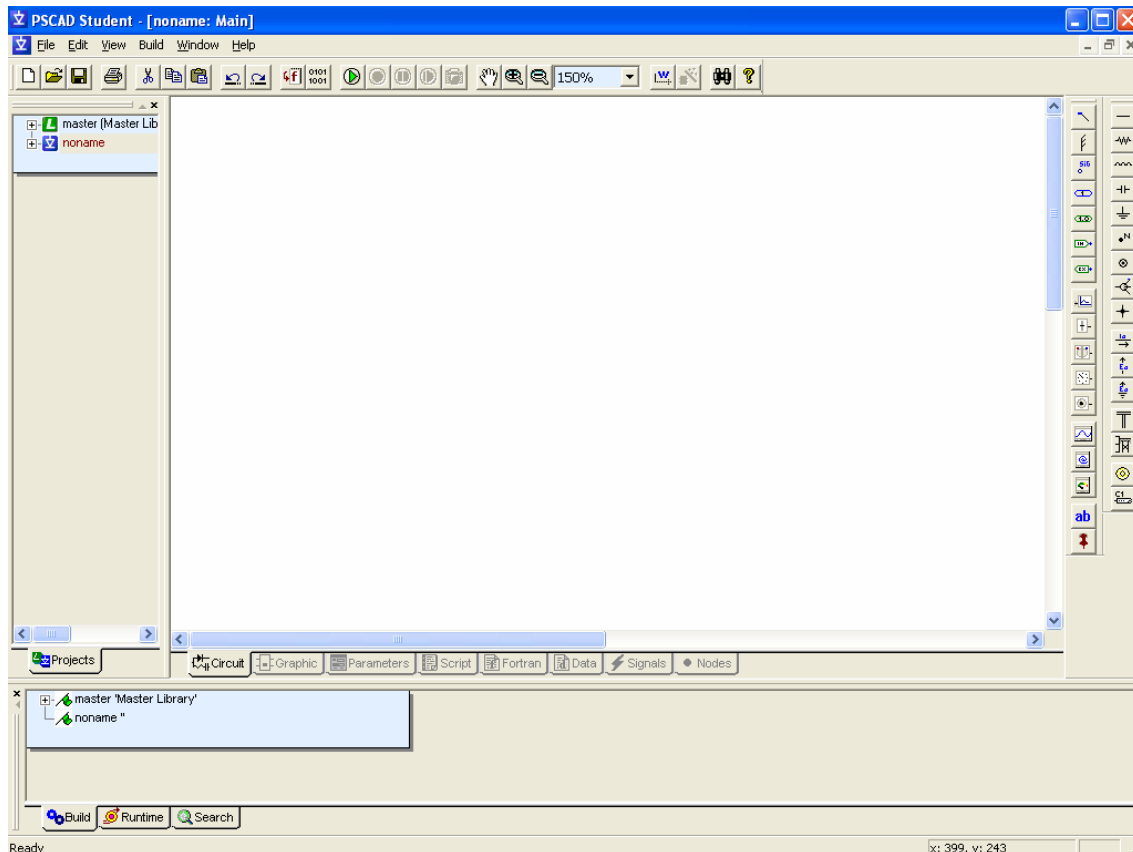

Fig. 3: Entorno gráfico del PSCAD
El PSCAD es un programa diseñado para trabajar en un entorno Microsoft Windows, de forma que cuando se inicia el programa aparece la ventana mostrada en la Fig. 3.
- Área de trabajo: que es la parte central (en blanco en la Fig. 3) donde se dibujaran los sistemas eléctricos